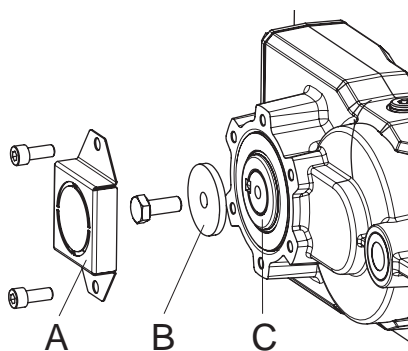

Fig. 155 Controllo dell'aderenza della rondella al motoriduttore
- svitare la protezione dal contatto [A]. Verificare che la rondella [B] aderisca al motoriduttore [C]. Se la rondella non aderisce, colpire con cautela l'albero con martello e spessore in legno fino a che la rondella non aderisce al motoriduttore [C] – Fig. 155.